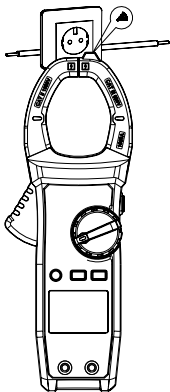

Рис. 12 Бесконтактное обнаружение напряжения
- 3) Чтобы определить наличие переменного напряжения, поднесите передний конец клещей к проводнику (см. рис. 12.)